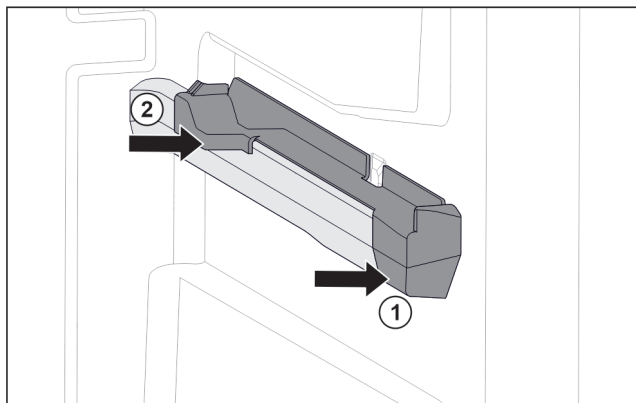

Fig. 124 右侧容器肋梁上的插装件
- ▶ 将插装件前部放到容器肋梁上。 Fig. 124 (1)
- ▶ 压紧插装件后部。 Fig. 124 (2)